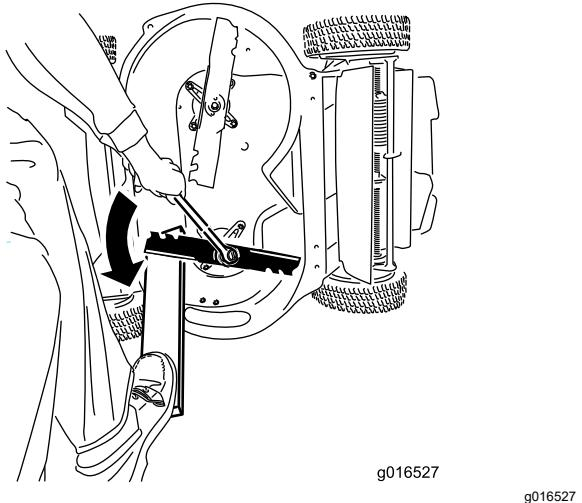

Figure 36
- Utilisez un bloc de bois pour immobiliser chaque lame et tournez le boulon de lame dans le sens antihoraire, comme montré à la Figure 36.